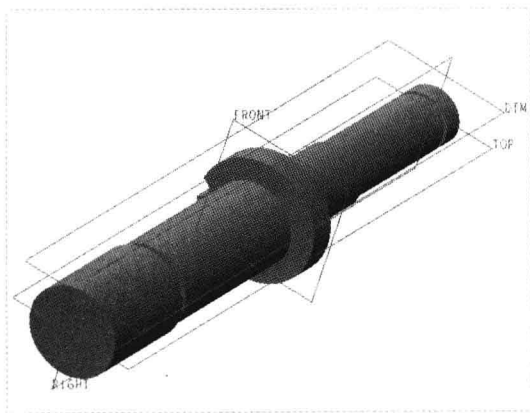

图 14-11 新建平面 1
Step 02 按【Enter】键确认，单击“确定”按钮，即可新建一个名为 DTM1 的平面，如图 14-11 所示。